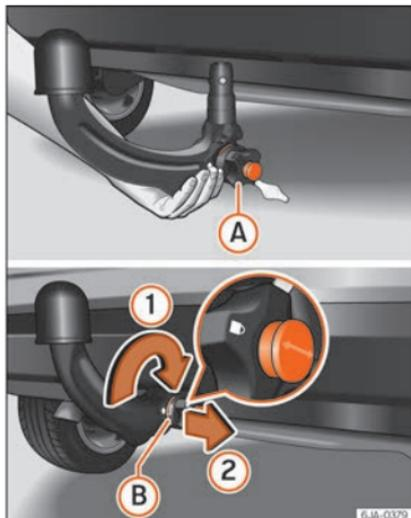

Abb. 236 Einsetzen der Kugelkopfstange / Verschieben des Schlosses und Abziehen des Schlüssels
- Halten Sie die Kugelkopfstange von unten » Abb. 236 und führen Sie diese bis zum Anschlag in die Klemmbuchse ein, bis sie hörbar einrastet » ⚠.